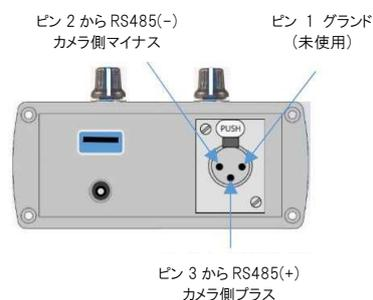

図 1
- 3ピン XLR ケーブルのオス側を RCP ユニットの上部に接続し(図 1 参照)、所定の位置に押し込んでください。